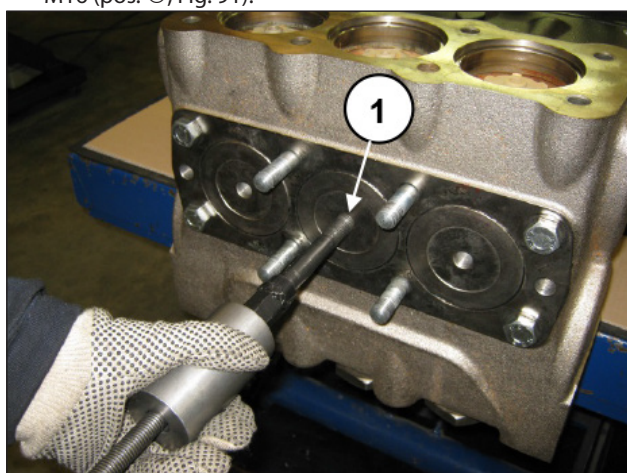

Fig. 91
- B) Extraia as tampas dianteiras usando um martelo extrator M16 (pos. ①, Fig. 91).